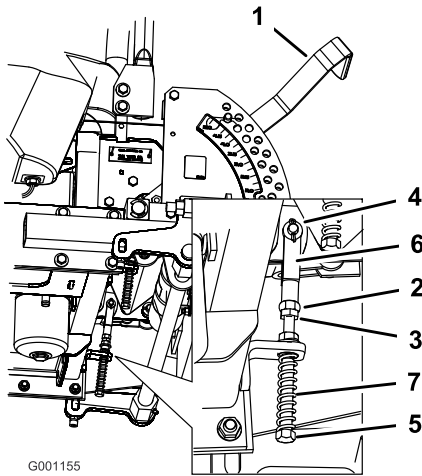

Figura 60
8. Si es necesario un ajuste, afloje la tuerca y la contratuerca contra la horquilla (Figura 60).
9. Aplique una ligera presión hacia atrás en la palanca de control de movimiento, gire la cabeza del perno de ajuste en el sentido apropiado hasta que la palanca de control esté centrada en posición de bloqueo/punto muerto (Figura 60).
10. Apriete la tuerca y la contratuerca (Figura 60).